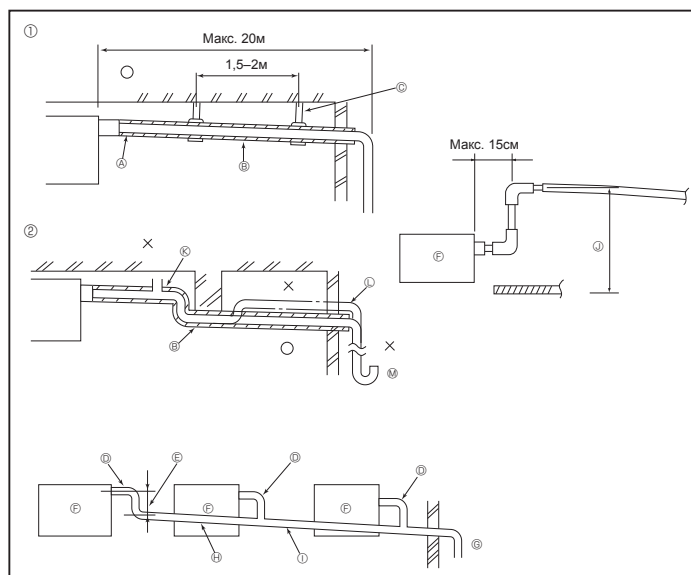

Fig. 3-1
3.1. Дренажные трубы (Fig. 3-1)